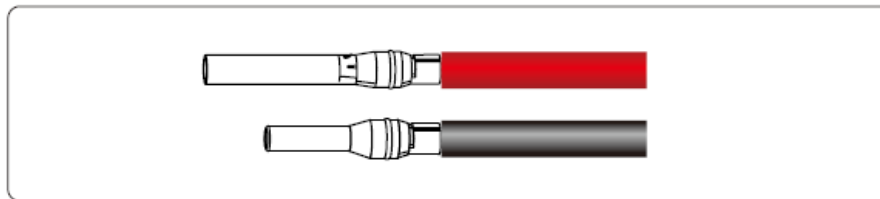

Imagen 5.9 Crimpar un conector de metal
Paso 2 Inserte las zonas desnudas de los cables de corriente positivos y negativos en los terminales de metal de los conectores positivos y negativos respectivamente y crímpelos utilizando una herramienta de crimpado, tal y como se muestra en la imagen 5.9.